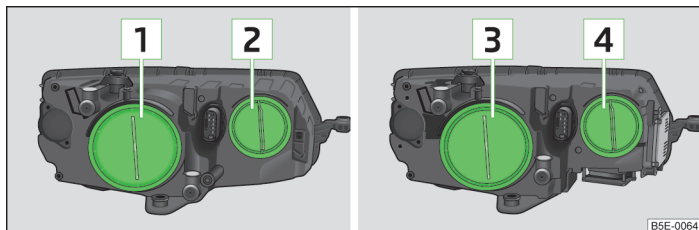

Fig. 220 Prezentarea în principiu: Faruri cu halogen / cu xenon
- Detașați capacul din cauciuc **1** » fig. 220 la pagina 262.
- Detașați capacul din cauciuc **2** » fig. 220 la pagina 262.
- Detașați capacul din cauciuc **4** » fig. 220 la pagina 262.